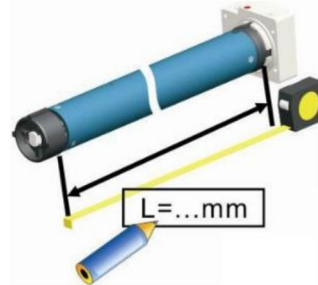

Fig. 10
- Medir El Largo del Operador Tubular, desde la Corona hasta la Polea de Transmision. La Polea de Transmisión es donde se Fijara el Tubo Octagonal de 60mm o 70mm (Según el Caso) Mediante Pijas o Remaches. Ver (Fig. 10).